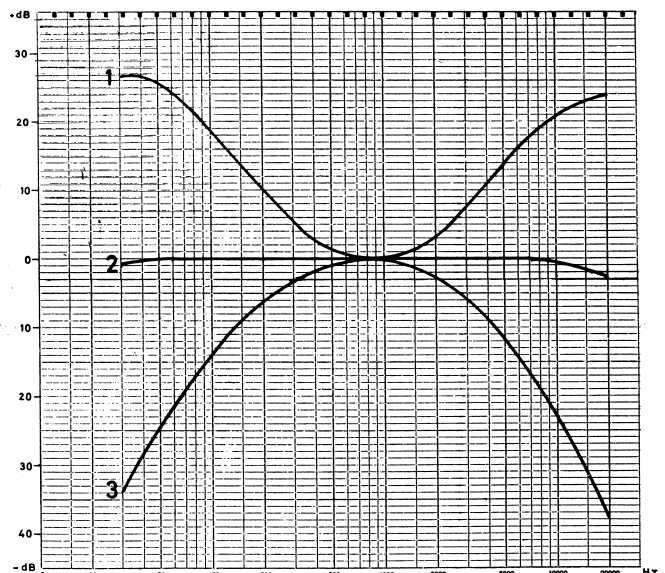

Bild 6 Frequenzgang nach Abs. 2.8.4
**2.8.4 Entzerrerkurven** (über gesamten Verstärker) Bild 6